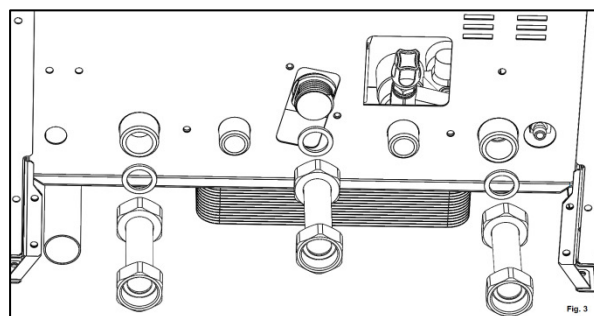

Fig. 3
3. Se monteaza tevile C pe racordurile G3/4 ale unitatii, impreuna cu 3 garnituri D, prin strangerea piulitelor pana la asigurarea unei etansari corespunzatoare (30Nm). (Fig. 3)